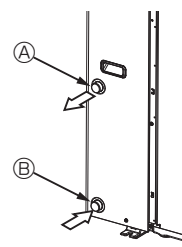

Fig. 4-1
4.1. Ligação da tubagem de água (Fig. 4-1)
- A posição dos tubos de entrada e de saída é apresentada na Fig. 4-1.
[Fig. 4-1]